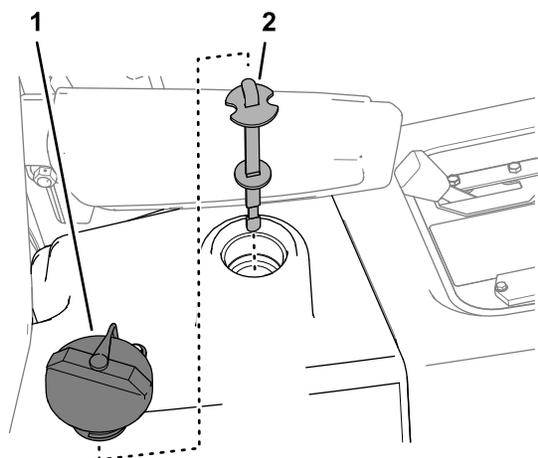

Figura 60
5. Verifique o nível do fluido no depósito hidráulico (Figura 60) e adicione fluido, se necessário; consulte o procedimento Verificar o sistema hidráulico no manual do utilizador da sua máquina.